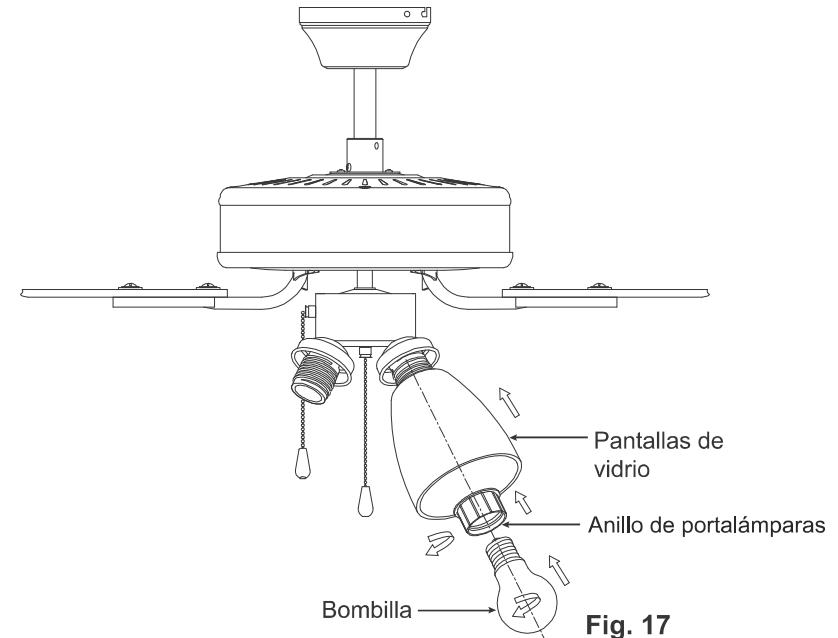

Fig. 17
- Paso 3.** Instale las bombillas LED E26 4x9W (incluidas) (**Fig. 17**).